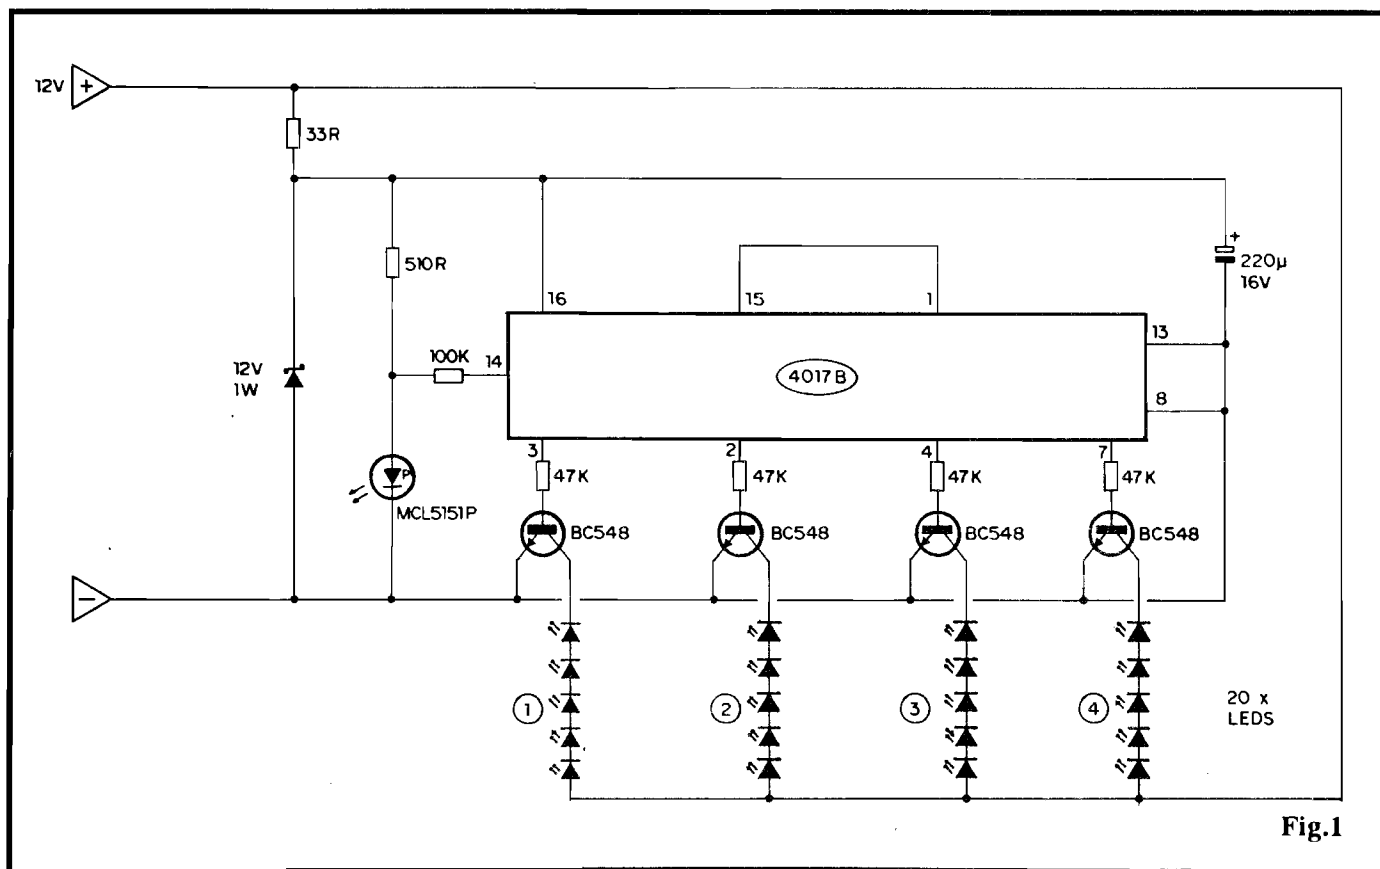

Fig.1
- FIG.1-DIAGRAMA ESQUEMÁTICO DO CIRCUITO - No centro do arranjo está um Integrado Digital da "família" C.MOS, um 4017... Originalmente trata-se de um sequenciador ou contador de década, com (obviamente...) 10 saídas, das quais apenas as quatro primeiras são efetivamente utilizadas (respectivamente manifestadas através dos pinos 3-2-4-7...). A quinta saída (pino 10) é, propositalmente, deixada "em aberto", de modo que o sequenciamento mostre um nítido "intervalo" entre o seu fim e o seu re-começo... A sexta saída de sequenciamento do 4017, presente no pino 1, *reseta* todo o sistema, aplicada que está ao pino 15 de "zeraamento" da contagem... O *clock* (trem de pulsos a ser "contado" e sequenciado pelo Integrado...) é obtido da forma mais incrivelmente simples e econômica, recolhendo-se a brusca variação de Tensão sobre o *anodo* de um LED "pisca" (MCL5151P) que, energizado via resistor limitador de 510R, fornece cerca de 3 Hz ao módulo centrado no 4017, via pino 14 deste... Observem que, no intuito de proteger o Integrado contra Tensões eventualmente muito altas, presentes no sistema elétrico do veículo, essa parte do circuito tem sua alimentação